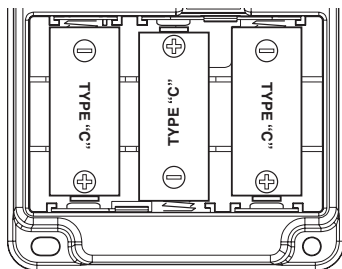

Figura 4
1. Si la campanilla no está conectada a los alambres del transformador instale entonces 3 baterías alcalinas tipo “C”. Asegúrese de que estén correctamente colocadas (vea la Figura 4).